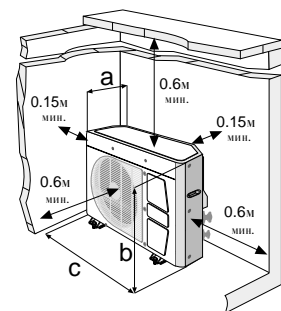

Рис. 2
- Обязательно оставьте вокруг агрегата достаточное пространство. На рис. 2 показаны минимальные расстояния между агрегатом и соседними стенами.